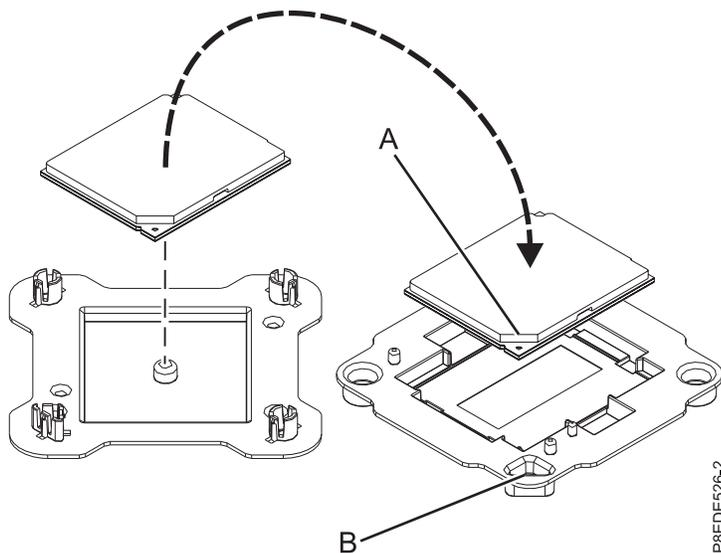

Abbildung 105. Platzieren des Systemprozessormoduls in der Verpackung
11. Greifen Sie das von Ihnen ausgetauschte Systemprozessormodul vorsichtig an den Kanten und heben Sie es aus der Verpackung. Richten Sie die abgeschrägte Ecke des Moduls (**A**) an der Ecke der Verpackung aus, die ein Dreieck aufweist (**B**), und platzieren Sie das Modul in der Verpackung, siehe Abb. 105. Schließen Sie die Verpackung.